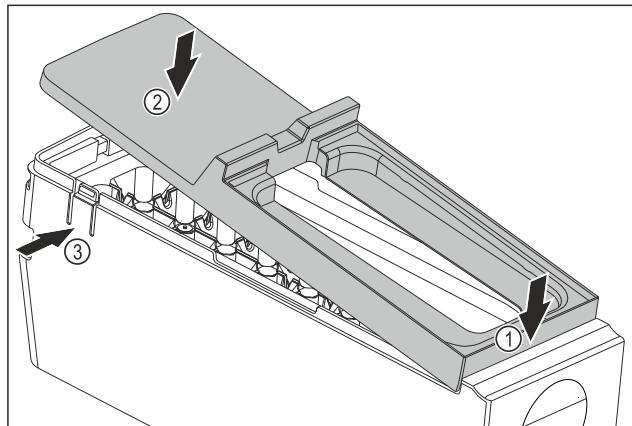

Fig. 139
- Встановіть кришку корпусу EasyTwist-Ice: Прикріпіть кришку спереду. Fig. 139 (1)
- Опустіть кришку ззаду. Fig. 139 (2)
- Кришка зі звуком фіксується в обох виступах Fig. 139 (3).